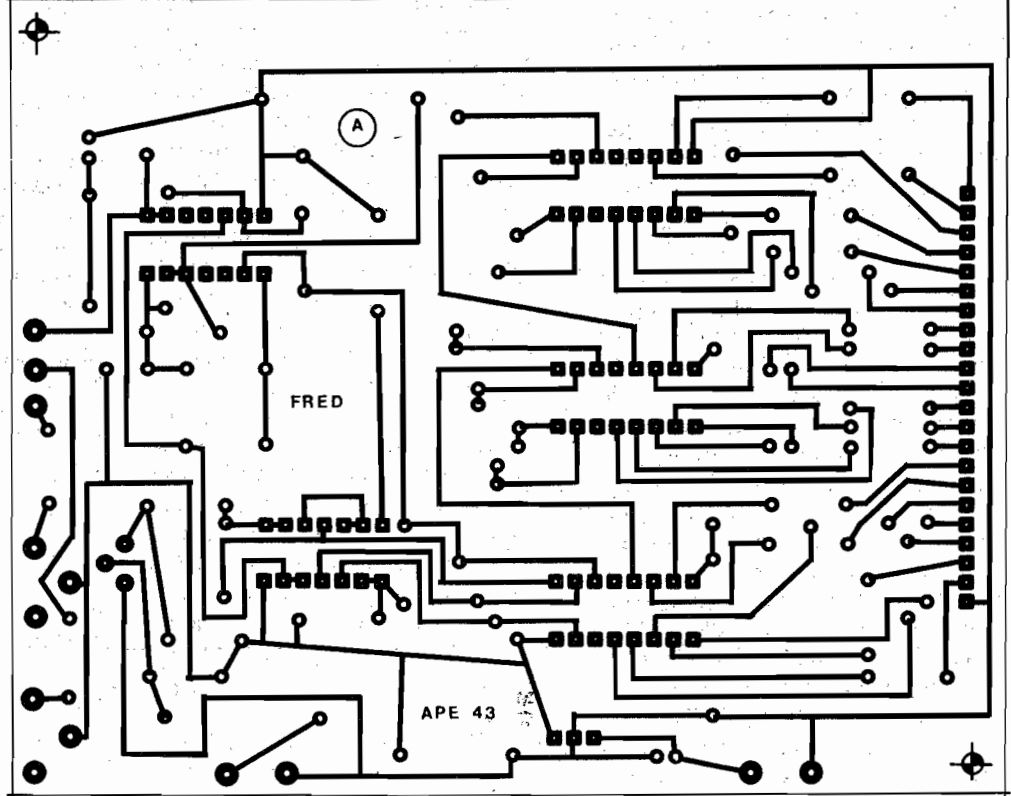

Fig.5
- **FIG. 5 - LAY OUT DO CIRCUITO IMPRESSO DA PLACA PRINCIPAL (A)** - Embora inevitavelmente maior (com relação à placa B), o Circuito Impresso da placa principal é ainda simples, sem excessivos "congestionamentos" ou densidade... Também em escala 1:1, o padrão de ilhas e pistas é de fácil reprodução, devendo o Leitor observar apenas os "velhos" cuidados com a perfeita disposição das ilhas dos Integrados, das ilhas da barra de conexão inter-placas (alinhasadas junto a uma das bordas menores da placa) e ainda das várias trilhas estreitas (convém conferir tudo várias vezes, durante as etapas da confecção, após a traçagem, depois da corrosão, após a furação e limpeza, etc., de modo a não deixar "escapar" nadinha...). Lembra sempre que da perfeição da placa depende praticamente todo o sucesso (ou insucesso...) de qualquer montagem, das mais simples às mais complicadas...